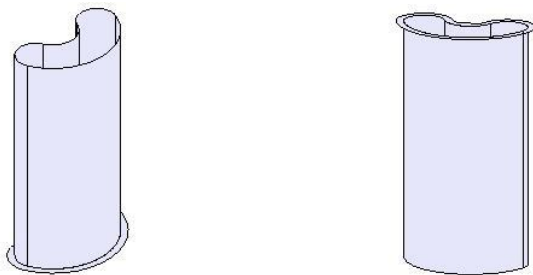

图7-6
2. 在【成形特征】工具条中单击【抽取几何体】按钮，弹出【抽取】对话框。单击【面】按钮，选择参考模型上的表面作为抽取面，然后依次单击 **应用** 和 **取消** 按钮抽取面，结果如图 7-6 所示。